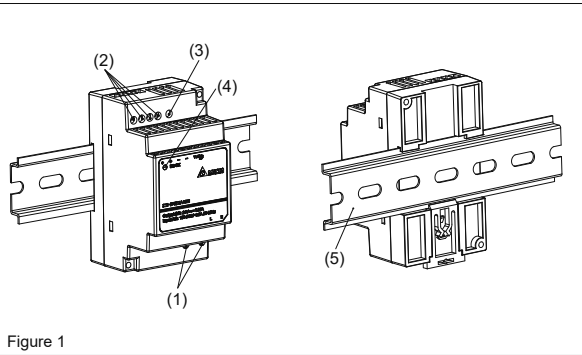
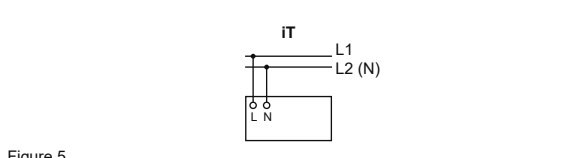

Figure 1
Figure 5
### 2. Gerätebeschreibung (Abb. 1)
#### 4.1. Anschluss der Eingangsklemmen (Abb. 1, Abb. 5)
Verwenden Sie die Eingangsklemmen L und N (Schutzleiter), um den 100-240Vac-Anschluss herzustellen. Abb. 5 zeigt den Anschluss an die unterschiedlichen Netztypen.
#### 4.2. Anschluss der Ausgangsklemmen (Abb. 1 (2))
Verwenden Sie die Schraubklemmen „+“ und „-“, um den 24Vdc-Anschluss herzustellen. Am Ausgang stehen 24Vdc zur Verfügung. Die Ausgangsspannung kann am Potentiometer zwischen 24 und 28Vdc eingestellt werden. Die grüne LED „DC OK“ zeigt die korrekte Funktion des Ausgangs an (Abb. 1 (4)). Das Gerät verfügt über einen Kurzschluss-, Überlast- und Überspannungsschutz, der auf 34,8Vdc begrenzt ist.